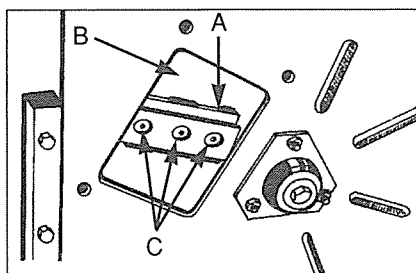

Figure 25. A—Lame de hacheur. B—Volant de hacheur. C—Vis à tête à six pans creux.
3. Il est alors possible de voir la lame du hacheur et le volant auquel elle est fixée par le trou de la paroi (voir la Figure 25). Faire tourner lentement le volant si nécessaire jusqu'à ce que la lame soit visible. Retirer les trois vis à tête à six pans creux qui traversent la lame—elles sont maintenues par des écrous qui se trouvent derrière le volant. Une clé mâle de 3,9 mm (5/32 po.) s'adapte aux vis—se servir d'une clé à fourches de 11,1 mm (7/16 po.) pour enlever les écrous. Nettoyer d'abord l'empreinte à six pans creux des vis avec l'ongle ou un poinçon à glace.